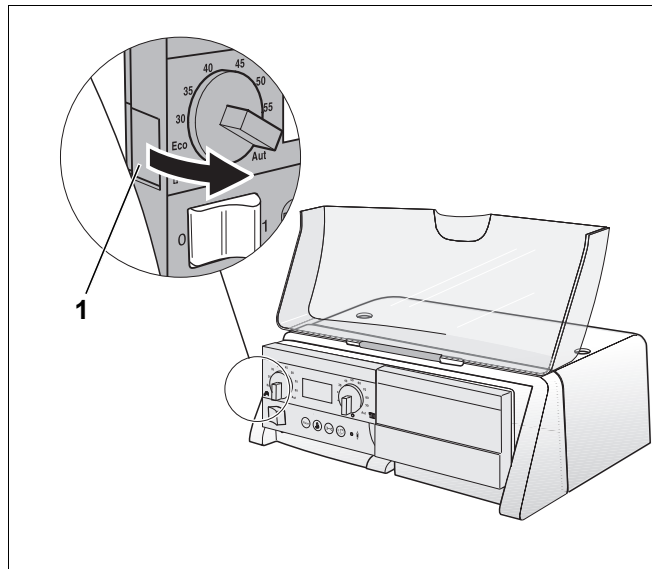

Рис. 2 Демонтаж главного регулятора
- Нажать фиксирующий язычок (рис. 2, поз. 1) на главном регуляторе.